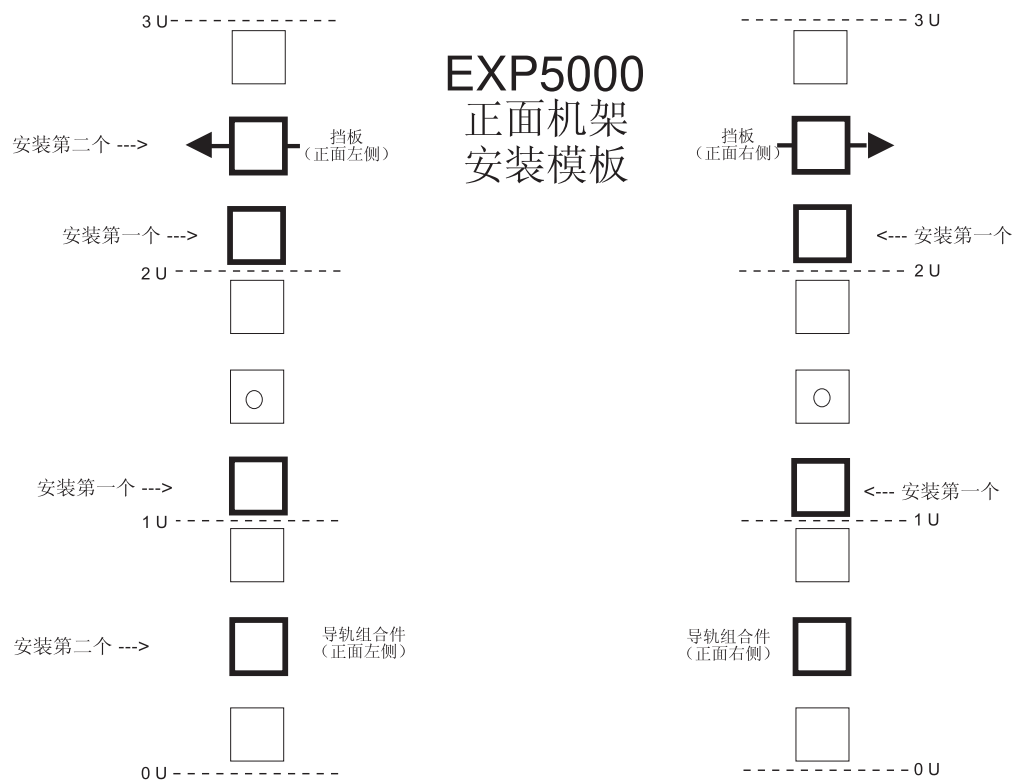
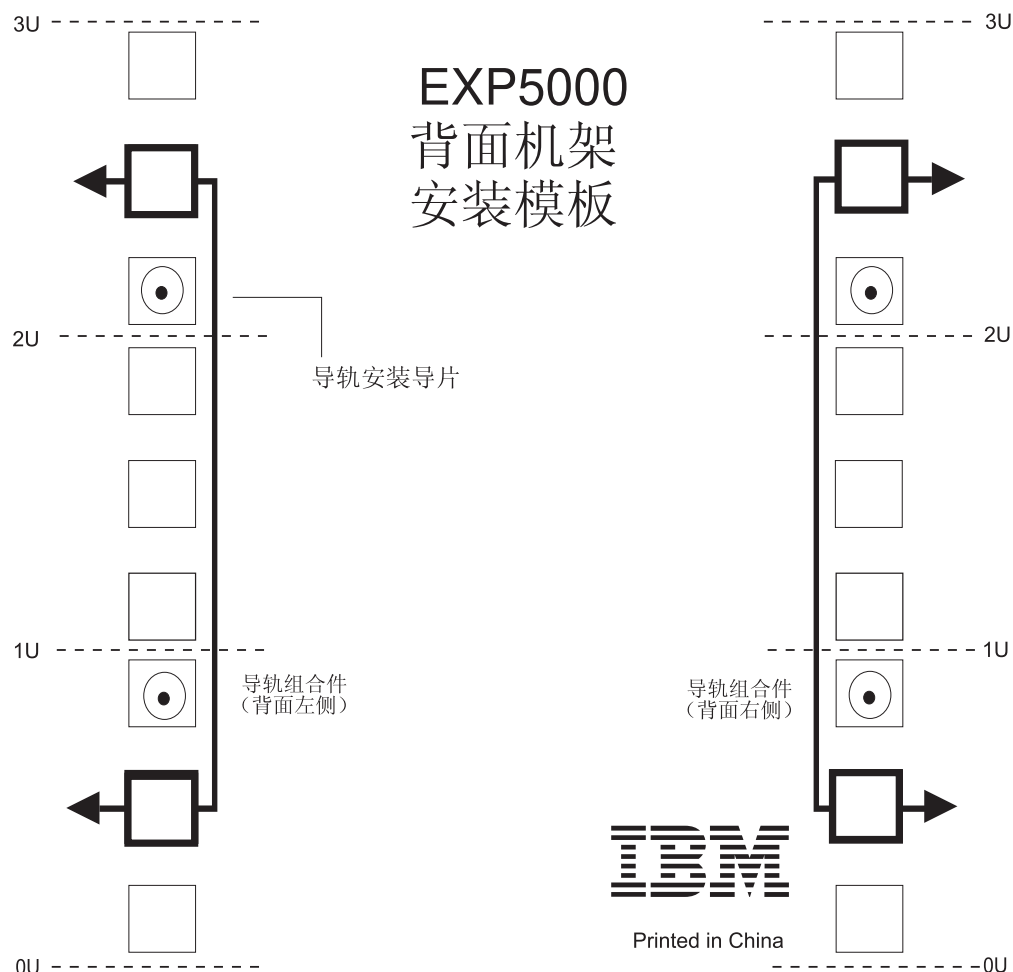

图 9. 前部机架安装模板
图 10. 后部机架安装模板
使用以下模板（第 23 页的图 9 和第 24 页的图 10）来确定将支撑导轨和 EXP5000 安装到机架时 M5 螺钉的正确插入位置。模板中突出显示了 M5 螺钉的位置。
警告： 请使用在第 23 页的图 9 和第 24 页的图 10 中提供的机架安装模板来找出用于将支撑导轨安装到机架的适当机架安装孔。
6. 握住对着机架安装凸缘内部的导轨的后端。请确保导轨安装导销在正确的孔中。有关图例说明，请参阅第 24 页的图 10。
注： 确保安装了第 23 页的图 9 中标注为优先安装的螺钉。